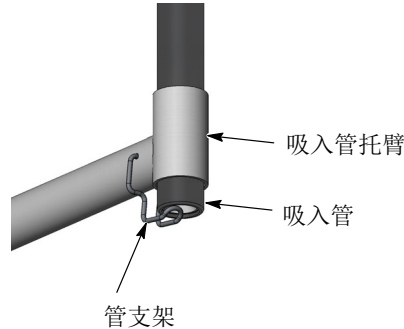

图 4 - 6 吸入管支架使用
1. 请参见图 4 - 6。抬起吸入管，然后向下转动管支架并从吸入管底端将其固定在托臂上。